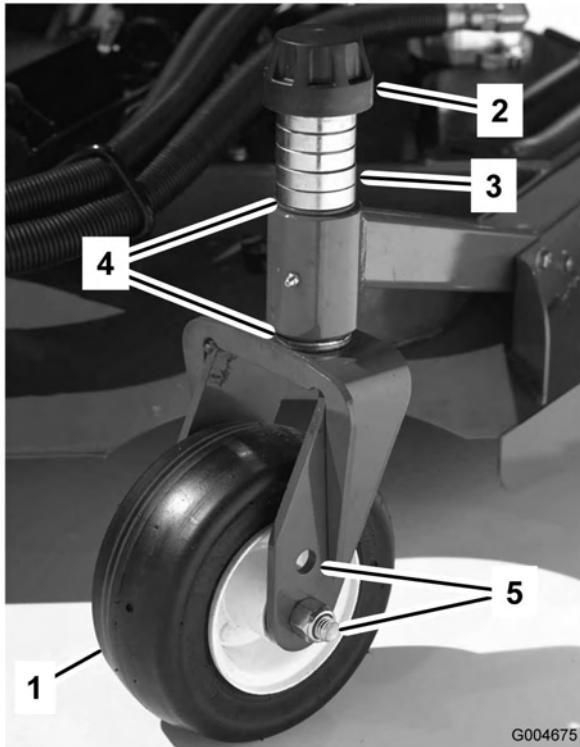
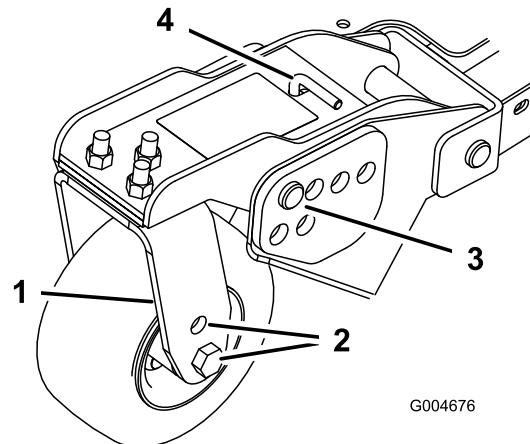
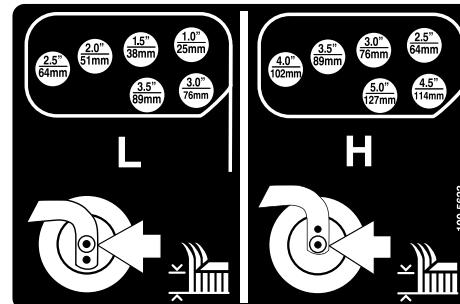

Figura 18
Figura 20
Figura 21
- Coloque os eixos da roda giratória nos mesmos orifícios em todas as forquilhas da roda giratória (Figura 18 e Figura 20). Consultar o quadro seguinte para determinar quais os orifícios adequados para cada posição.
- Retire a tampa de fixação do eixo roscado e desloque o fuso (Figura 18) para fora do braço da roda giratória. Coloque ambos os calços (3 mm) no eixo, tal como se encontravam originalmente. Estes calços são necessários para atingir a mesma altura ao longo de toda a largura das unidades de corte. Desloque um número apropriado de cunhas de 13 mm para o eixo para obter a altura de corte desejada; em seguida, desloque a arruela para o eixo.
- Retire o contrapino tipo grampo e o pino de segurança dos braços articulados da roda giratória (Figura 20).
com a altura desejada dos orifícios da altura de corte na estrutura da unidade corte (Figura 20 e Figura 21).